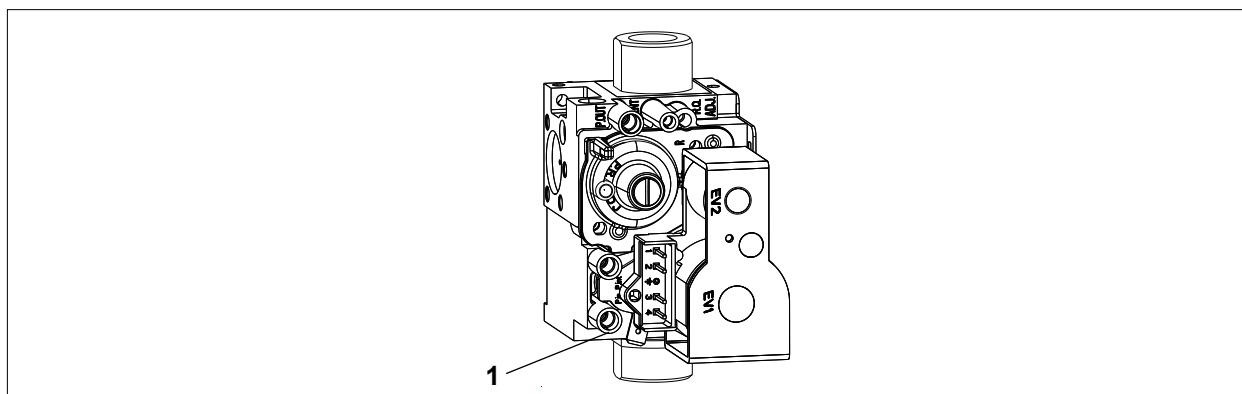

Abb. 6.4 Messnippel Gasdruck
- ▶ Verschlusschraube am Messnippel (1) (Abb. 6.4) lockern und Gaszuleitung entlüften.
- ▶ Differenzdruckmessgerät oder U-Rohr-Manometer am Messnippel (1) an „+“ anschließen. Mit „-“ gegen Atmosphäre.